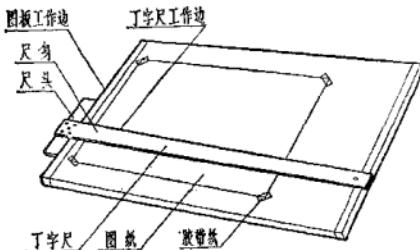
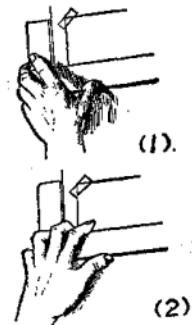

图 1-3 图板与丁字尺
图 1-4 丁字尺的上下移动
丁字尺由尺身、尺头两部分构成（见图1-3）。固定式丁字尺要求尺身尺头连接牢固，不能有丝毫松动。绘图时利用尺头竖直一边紧靠在图板左侧工作边上上下滑动。由于尺身上可画出不同高度的水平线。丁字尺在图板上作上下移动时手的姿势见图1-4
(1)。当只需微动时可用大拇指和食指移动，其余手指则使尺头始终紧靠图板工作边。如图1-4 (2)。
画水平线只能用丁字尺工作边（见图1-3），不能使用丁字尺身下边画线。注意保护丁字尺工作边的平直，切忌用它裁刻图纸或移作他用，以免损坏，影响绘图质量。